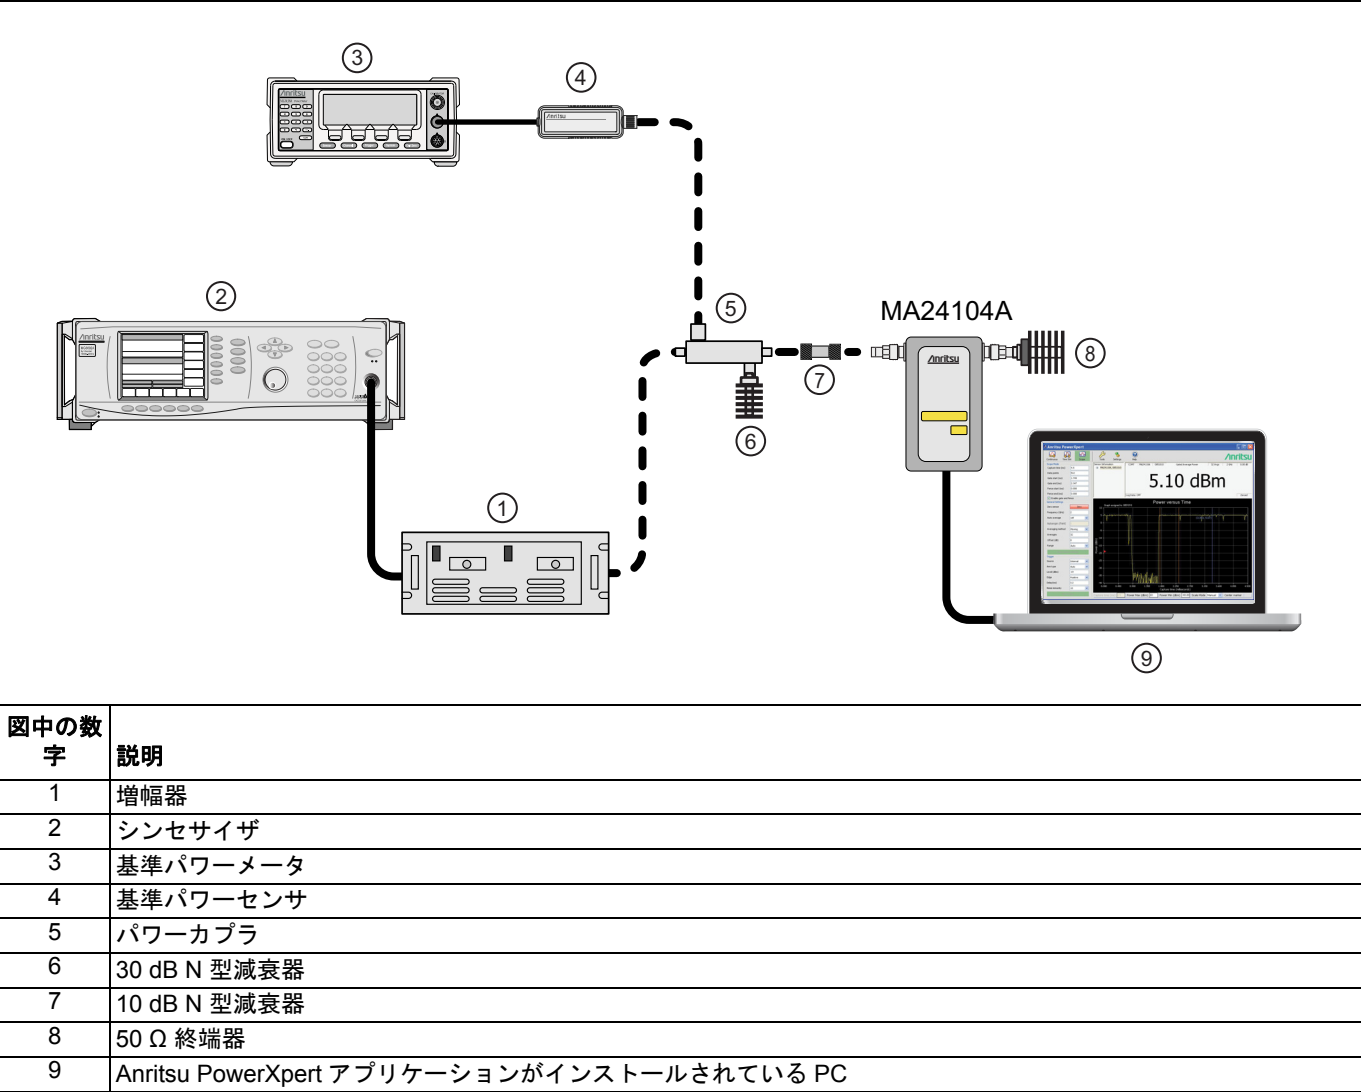

図 6-4. リニアリティ試験のセットアップ 2
- b. MA24104A をカプラから外し、カプラと MA24104A パワーセンサ間に 10 dB N 型減衰器を接続します (図 6-4 を参照)。